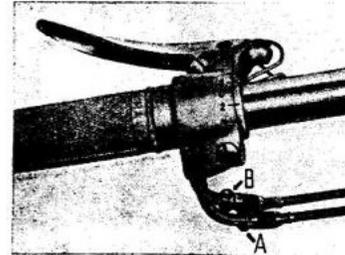

Abb. 120 Stellschrauben A und B des Schaltseilzuges
2. Dieser Schaltvorgang wird nach entsprechendem Einstellen des Schaltzuges A (siehe Abb. 120) am Drehgriff so oft wiederholt, bis der 2. Gang von der Leerlaufstellung aus sicher einrastet.
4. Hierbei muß der Schaltzug B so eingestellt werden, daß der 2. Gang vom 3. Gang her (beim Zurückschalten) sicher einrastet. (Siehe auch Abb. 120)